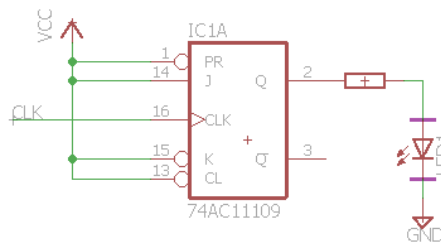

Figura 1: Esquemático do circuito de pisca do *led*.
1. Vamos recordar um projeto digital baseado em componentes eletrônicos, analisando o esquemático de um circuito de pisca de um *led* vermelho na frequência de 1Hz da Figura 1. Descreva o funcionamento do circuito, explicitando a função do *flip-flop* JK 7411, a função do resistor 330Ohms e a função e a frequência do sinal CLK.